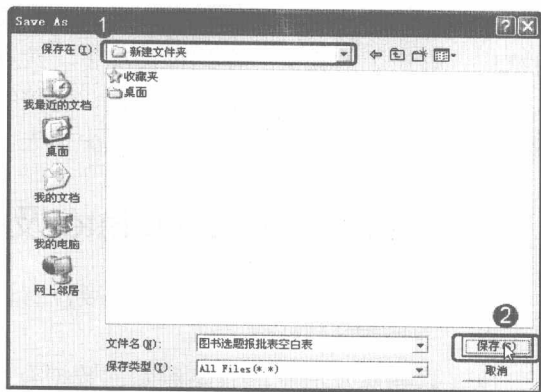

图 11-3 单击“保存”按钮
步骤③ 在弹出的 Save As 对话框中设置文件的保存路径，然后单击“保存”按钮即可，如图 11-3 所示。